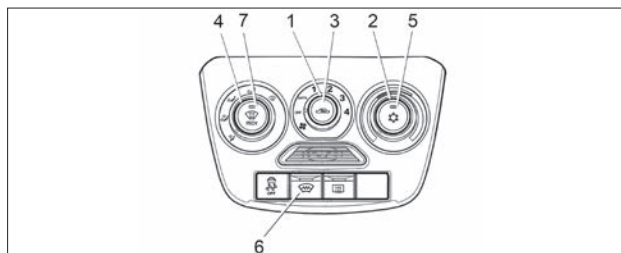

Рис. 39. Блок управления климатической системой
В варианном исполнении (см. рис. 39) климатическая установка имеет дополнительный режим кондиционирования, обеспечивающий охлаждение воздуха, подаваемого в салон автомобиля. При этом логика и алгоритмы управления, описанные выше для системы вентиляции и отопления, верны и для климатической установки с кондиционером.
2. Включите вентилятор, установив **рукоятку 1** (см. рис. 39) в одно из положений «1», «2», «3» или «4».
Для установки желаемой температуры воздуха в салоне поверните **рукоятку 2** (см. рис. 39) по часовой стрелке для повышения, против часовой стрелки для понижения. Температура будет поддерживаться автоматически в пределах производимости климатической установки и установленного допуска.
2. Поверните **рукоятку 2** (см. рис. 39) против часовой стрелки в левое положение до упора (синяя точка на блоке управления).
4. **Рукояткой 1** (см. рис. 39) включите максимальную скорость вентилятора климатической установки (положение «4»).
С помощью **рукоятки 2** (см. рис. 39) можно установить желаемую температуру воздуха в салоне. Климатическая система будет автоматически поддерживать установленную температуру воздуха в салоне в пределах производительности климатической установки и установленного допуска.
Для очистки ветрового и передних боковых стекол от запотевания, обмерзания или наружного обледенения в автоматическом режиме установите **рукоятку 1** управления вентилятором климатической системы в положение «**AUTO**», нажмите **кнопку 7** (см. рис. 39) с символом . Климатическая система автоматически:
Для включения/выключения ЭОВС нажмите **кнопку 6** (см. рис. 39), при включении загорается индикатор на кнопке выключателя. Контрольный световой индикатор, расположенный на кнопке выключателя, будет светиться желтым светом в течение всего времени работы системы электрообогрева. Система ЭОВС функционирует только при работающем двигателе.